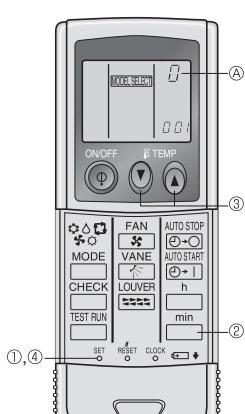

Fig. 6-8
5) กำหนดรหัสของรีโมทคอนโทรลให้ได้เฉพาะแต่ละเครื่อง (Fig. 6-8)